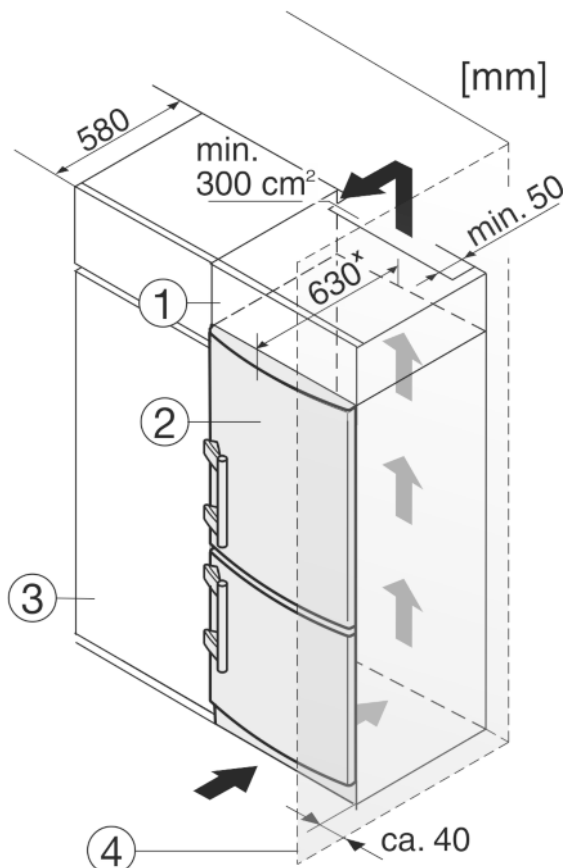

Fig. 8
- (1) Дополнительный шкафчик (3) Кухонный шкаф
(2) Устройство (4) Стенка
Устройство может быть окружено предметами кухонной обстановки. Чтобы уравнять устройство Fig. 8 (2) по высоте с кухонной стенкой, можно установить над устройством соответствующий дополнительный шкафчик Fig. 8 (1).
При комбинировании с кухонными шкафами (глубина макс. 580 мм) устройство можно установить непосредственно рядом с кухонным шкафом Fig. 8 (3). Устройство выступает сбоку на 34 мм* и по центру на 50 мм* относительно передней стенки кухонного шкафа.
Если устройство установлено на шарнирах у стены Fig. 8 (4), то расстояние между устройством и стеной должно быть не менее 40 мм. Настолько выступает ручка при открытой дверце.